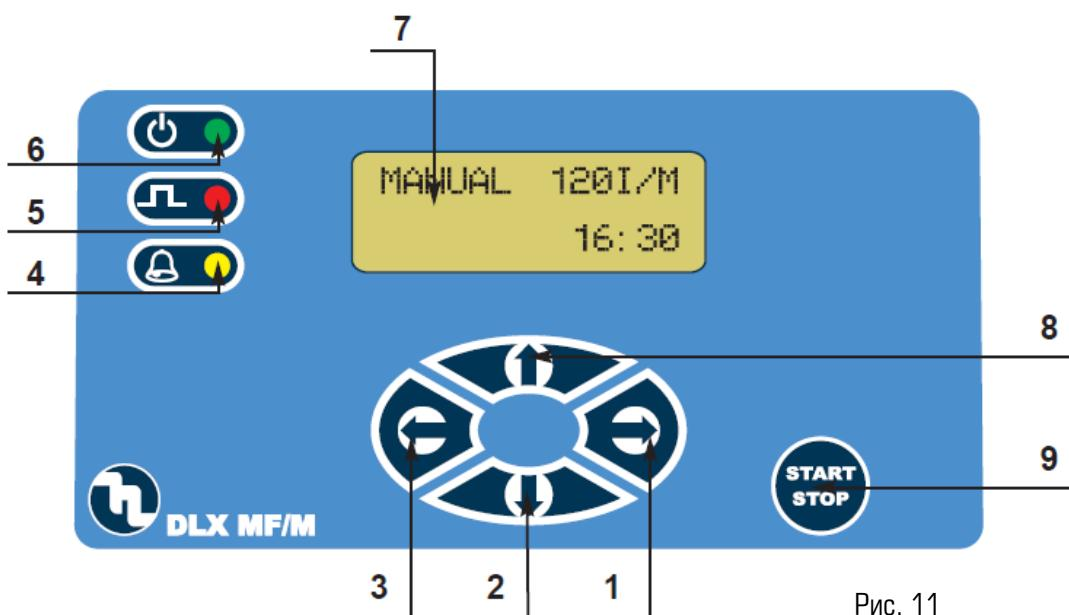

Рис. 11
6.1. ОРГАНЫ УПРАВЛЕНИЯ НАСОСОМ (Рис.11)
- Следует отметить, что в ситуации, когда время между поступающими импульсами очень мало, может получиться, что число импульсов в памяти будет в 4 раза больше заданного числа "N" (4xN - переполнение буфера памяти). В этом случае, сработает звуковая (зуммер) и светодиодная сигнализация (желтый светодиодный индикатор (6) рис. 11), активизируется сервисное реле – насос прекратит дозирование.